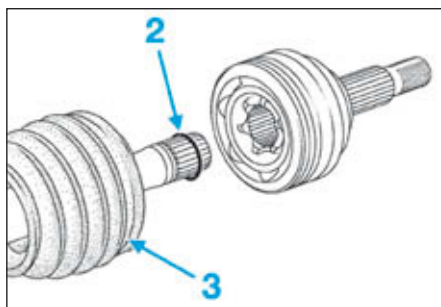

FIG.5
- l'anneau d'arrêt (2) (Fig.5),
- le soufflet (3).